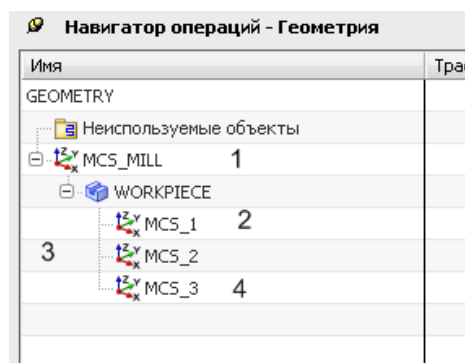

Рисунок 53 Окно навигатора операций
Для создания операций на фланцах используем вспомогательные системы координат, у которых ось Z перпендикулярна фланцу. Организация геометрических объектов в навигаторе операций показана на Рисунок 53. Система координат MCS_MILL (1) является главной, относительно нее будем выводить управляющие программы. Системы координат MCS_1 (2), MCS_2 (3) и MCS_3 (4) – локальные, они служат для расчета 3-осевых программ.